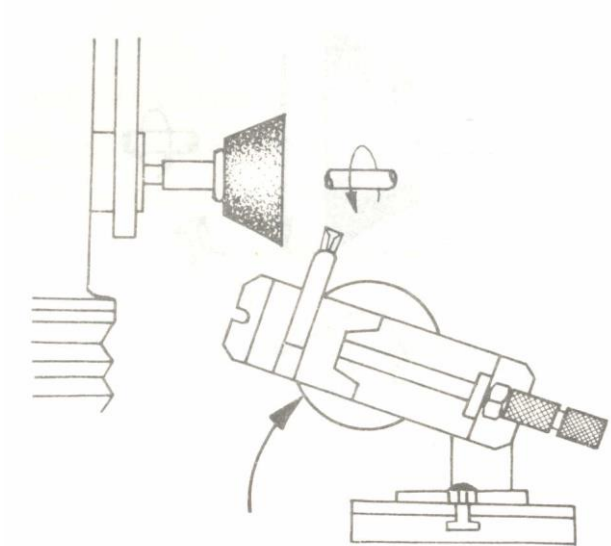

Fig. 1
- Posicione la cara lateral derecha (Fig. 1)